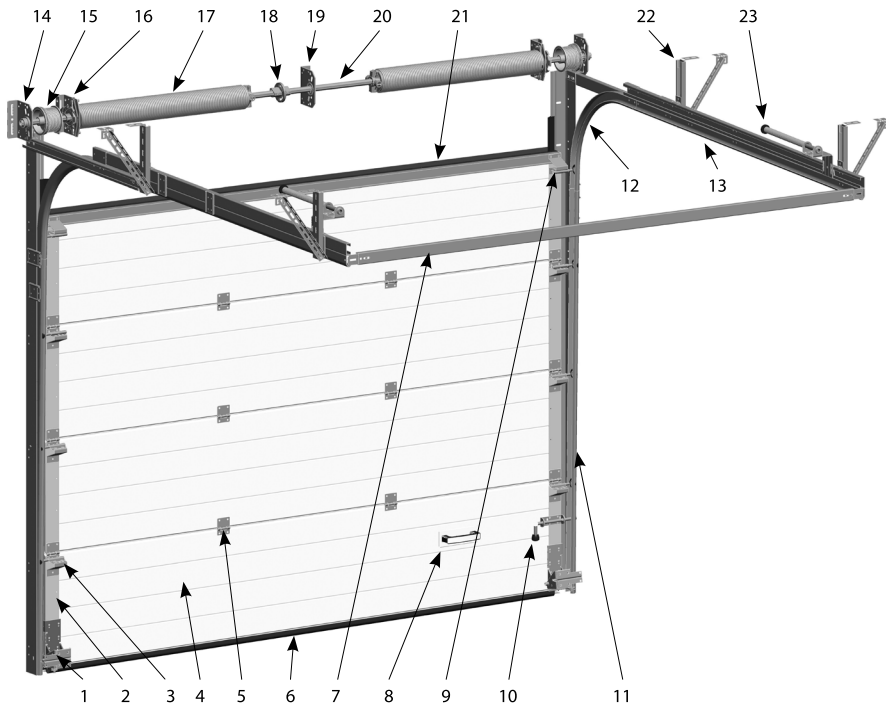

Рис. 11. Промышленные ворота. Стандартный монтаж:
Ворота состоят из несущего каркаса, воротного полотна, торсионного вала с торсионными пружинами, элементов управления. На *рис. 11* приведено схематическое изображение ворот стандартной комплектации.
- нижние кронштейны с защитой от обрыва троса (ноз.1 на рис. 11);
- предохранительные храповые муфты (ноз.16 на рис. 11), срабатывающие при поломке пружин.